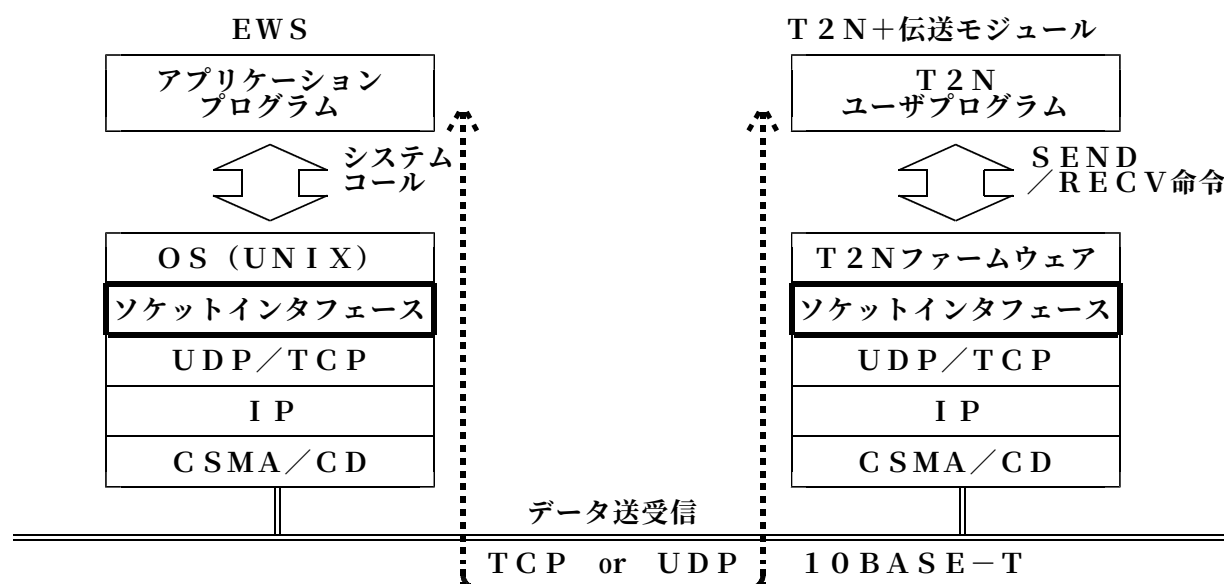

図6. 1 ソケットインタフェースの位置付け
ソケットインタフェースの位置付けを図6. 1に示します。
a) UDPソケットインタフェース (図6. 2 参照)